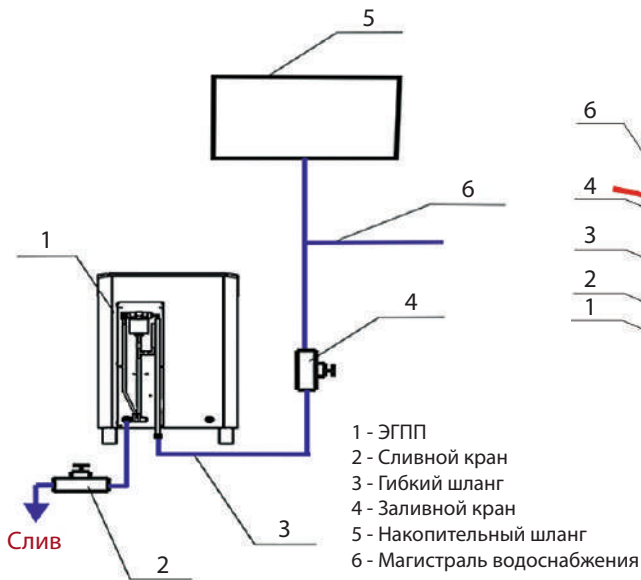

Рис. 3 Схема подключения ЭГПП при эксплуатации в автоматическом режиме заполнения водой
2.2.4 Для заполнения АЭГПП водой подключить его с помощью гибкого шланга к водопроводной сети или накопительному баку, расположенному в смежном помещении (см. рис. 3). Перед АЭГПП следует установить запорный кран (поз. 4, рис. 3). Установить кран слива воды (поз. 2, рис. 3), либо заглушить сливной штуцер резьбовой пробкой. Для предотвращения образования
2.3.2.1 Закрыть сливной кран (поз. 2, рис. 3) и открыть заливной кран (поз. 4, рис. 3).
2.3.2.6 После окончания работы рекомендуется слить воду из системы. Для этого закрыть заливной кран (поз. 4, рис. 3) и открыть сливной кран (поз. 2, рис. 3). Дождаться полного слива воды из системы, выключить АЭГПП на пульте управления. Оставить краны в таком положении до следующего включения Устройство.